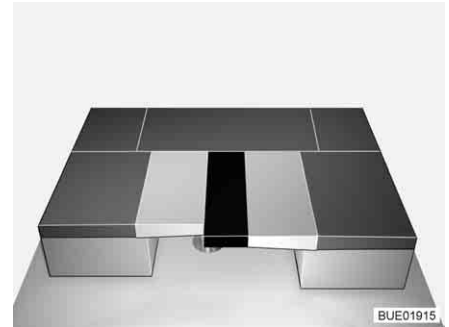

Bild 107 Nach dem Umbau
- Das Zusatzpolster zwischen die Rückenpolster drücken (siehe Bild 107).